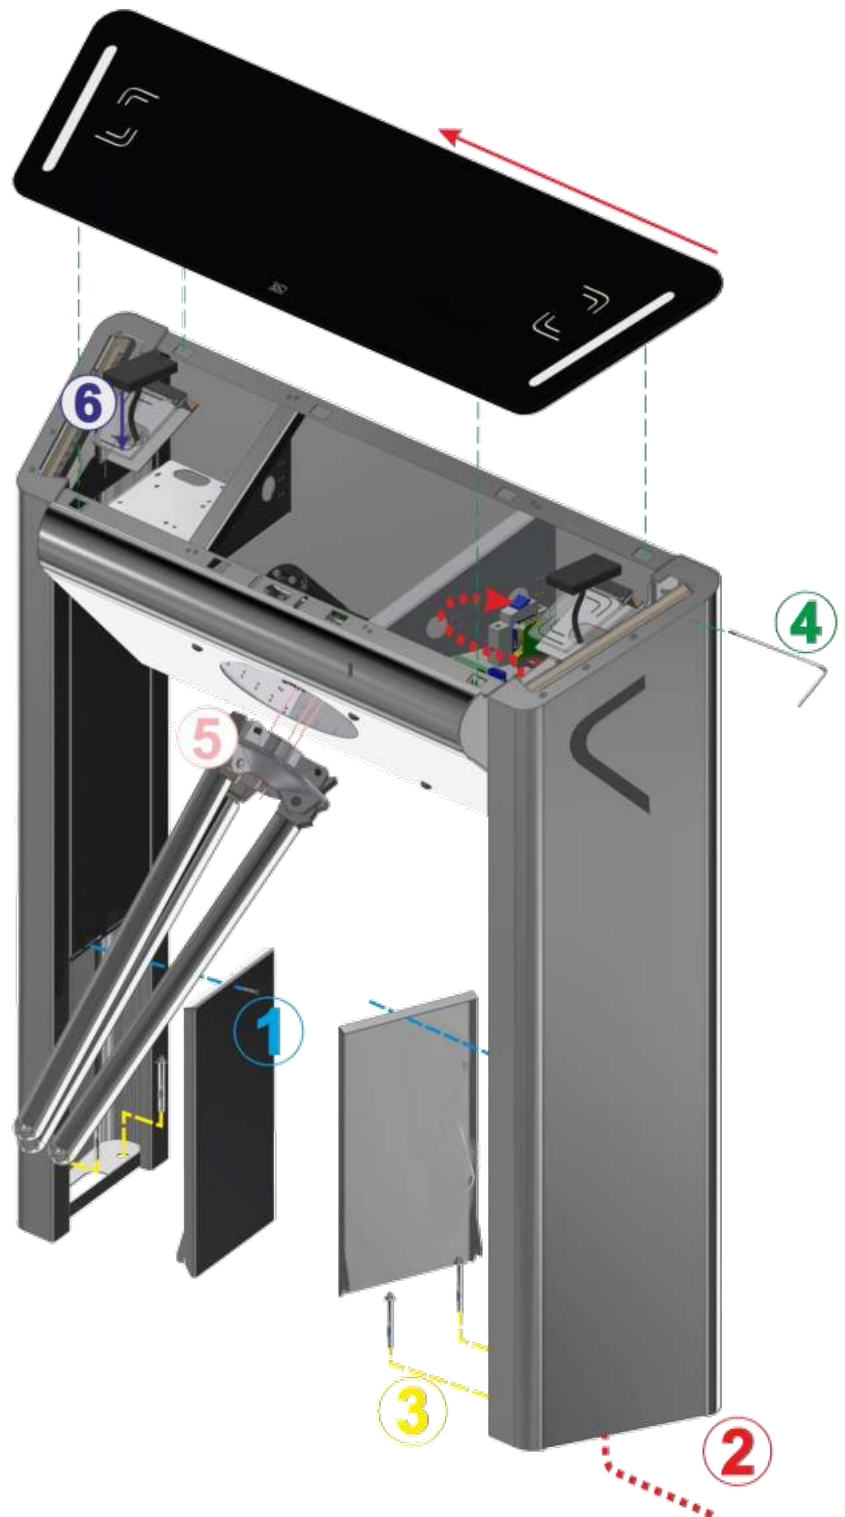

Рис. 16 – Загальний вид складання турнікета-трипода «ONYX-M»
9) Для доступу до отворів кріплення основи турнікета-трипода «ONYX-M» (Рис. 16) необхідно: